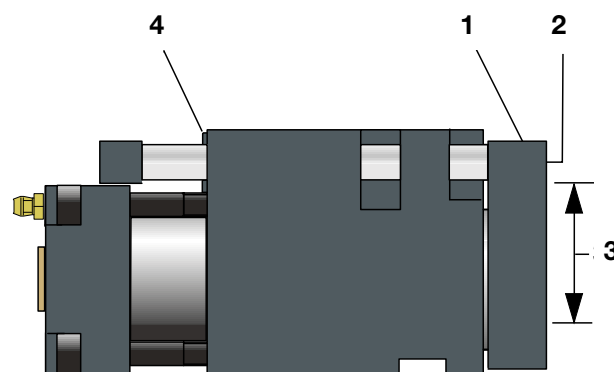

Figura 12:
8.2 La slitta portautensili compatta 2018.11. (figura 12)